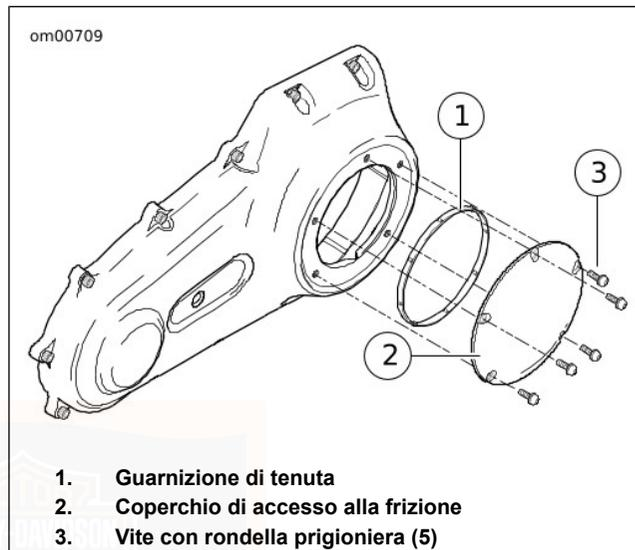
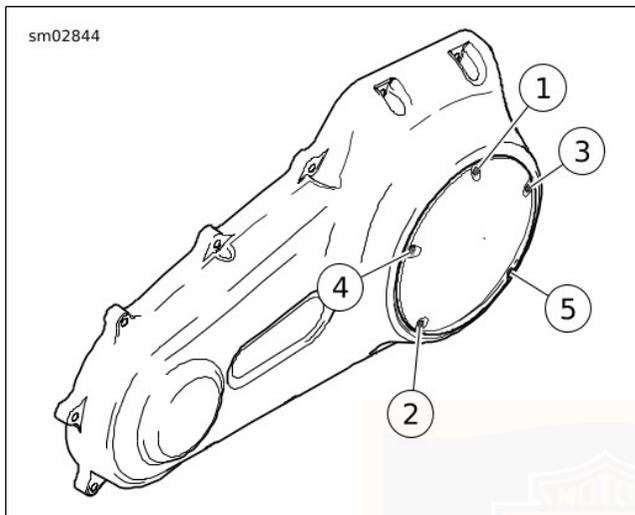

Figura 66. Coperchio della frizione
Figura 67. Sequenza di serraggio del coperchio della frizione
7. Vedere Figura 66. Rimuovere le viti e le rondelle prigioniere (3) e il coperchio di accesso alla frizione (2).
8. Rimuovere la guarnizione di tenuta (1). Asciugare l'olio dalla scanalatura nel coperchio del carter della catena e dalla superficie di montaggio.
- b. Vedere Figura 66. Collocare la **nuova** guarnizione di tenuta (1) nella scanalatura nel coperchio di accesso alla frizione. Premere ciascuna protuberanza sulla guarnizione di tenuta nella scanalatura.
- c. Fissare il coperchio di accesso con le viti e le rondelle prigioniere (3).
- d. Vedere Figura 67. Serrare nella sequenza mostrata ad una coppia di 9,5–12,2 N·m (84–108 in-lbs).